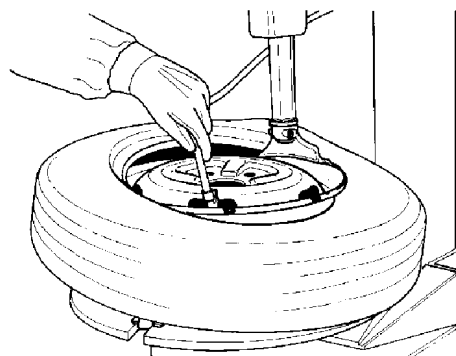

Fig. 5.1-3
D. Monte le primer talón como se ha descrito en la sección 4.2, punto B. Ponga el tubo dentro del neumático y conecte la línea de aire de hinchado a la válvula de tubo para sujetar el tubo en su lugar. (Fig. 5.1-3). Montar el segundo talón.